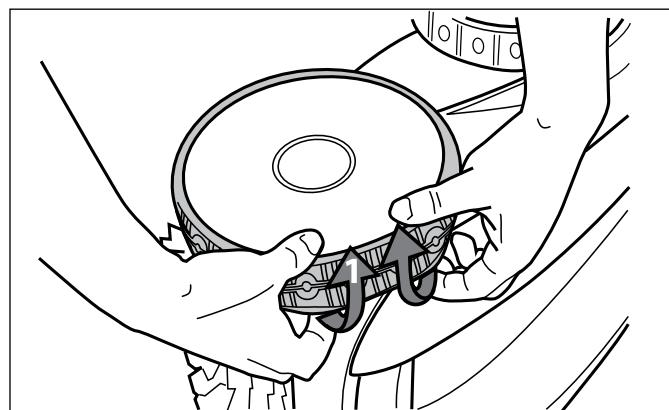

**Figura 34.** Corte las trabillas
5. Utilice tijeras para cortar las trabillas a 3/4 de pulgada de la base para que no queden más grandes que las espigas (Figura 34).